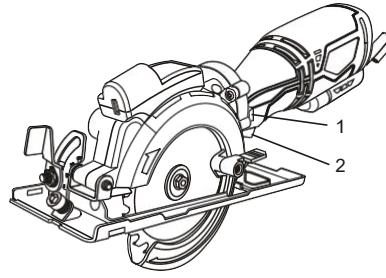

FIG.7
Le bouton de verrouillage (1) est un dispositif de sécurité conçu pour réduire le risque de démarrage accidentel de la scie (figure 7). Ce bouton doit être enfoncé avant que gâchette ON/OFF (2) puisse être enclenché.